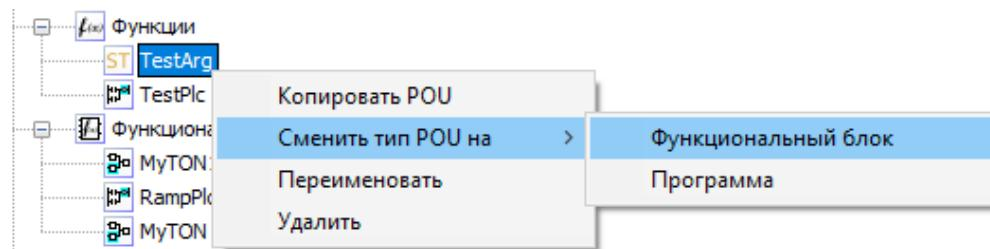

Рисунок 5.11 – Изменение типа POU элемента в дереве проекта
- 4) выбрать необходимый тип POU (рисунок 5.11).